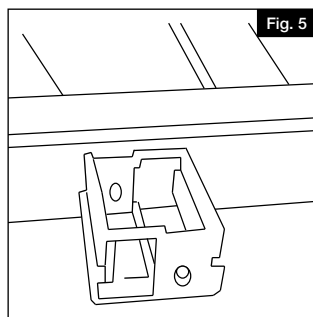

Fig. 5
- Si se instala un kit de 10' (3,05 m), localice y marque el punto central en la parte inferior (lado no ranurado) del travesaño inferior. Fije el pie de soporte en el travesaño inferior como se muestra a continuación (Fig. 5) con el tornillo de fijación suministrado.